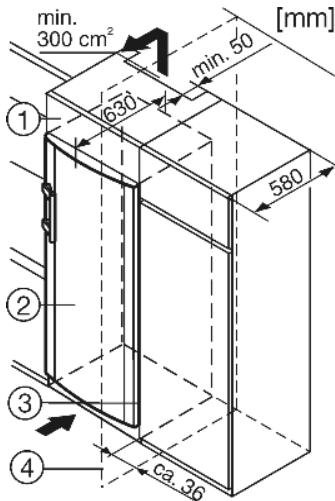

Fig. 14
- (1) Nastavná skříňka (3) Kuchyňská skříň
(2) Přístroj (4) Stěna
Při montáži do normalizovaných kuchyňských skříní (hloubka max. 580 mm) lze přístroj instalovat hned vedle kuchyňské skříně Fig. 14 (3). Dvířka přístroje přesahují přední stěnu kuchyňské skříně po stranách o 34 mm a uprostřed o 50 mm. To umožňuje jejich volné otevírání a zavírání.
Když se přístroj instaluje závěsy vedle stěny Fig. 14 (4), musí být vzdálenost přístroje od stěny alespoň 36 mm. To odpovídá přesahu madla při otevřených dveřích.